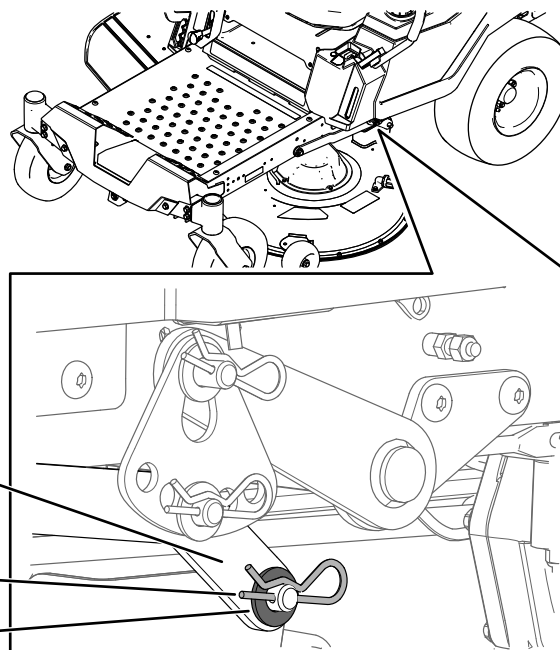

Figure 73
7. D'un côté de la machine, retirez la rondelle et la goupille fendue de l'axe du plateau (Figure 73).
8. Déposez le bras de levage de l'axe du plateau (Figure 73).
- D'un côté de la machine, soulevez l'arrière du plateau de coupe et installez le bras de levage sur l'axe du plateau (Figure 73).
- Installez le bras de levage avec la rondelle et la goupille fendue (Figure 73).